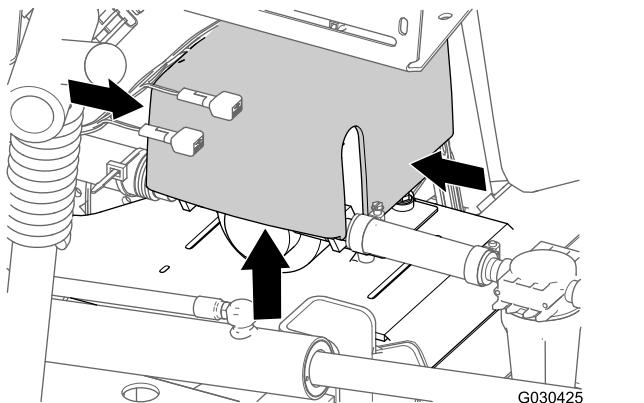

图7
1. 在机器的背面同时按下冲洗泵盖的两边向上提起泵盖直至泵盖的凸耳完全脱离鞍形板中的插槽然后将泵盖从机器中取出 图7。